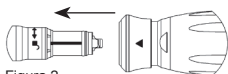

Figura 2
2. Faça deslizar o dispositivo de fixação sobre a extremidade distal da peça de mão, alinhando a seta no dispositivo de fixação com a barra de indicação e o símbolo de desbloqueio (Figura 2). Puxe para trás com firmeza até estar totalmente assente na peça de mão.